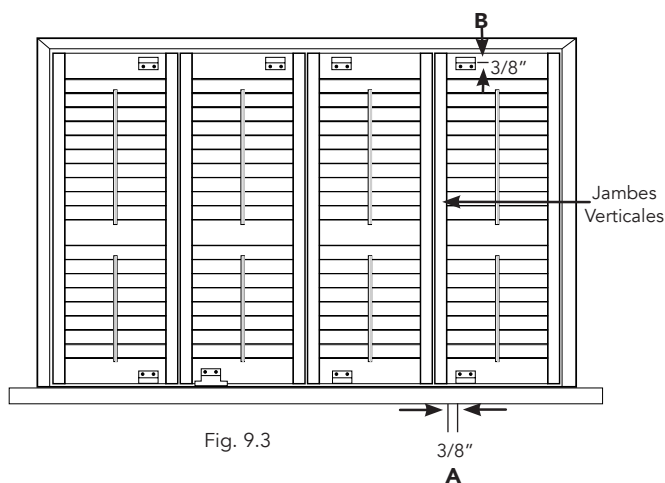

Fig. 9.3
- Installez d'abord la plaque d'accrochage comme indiqué sur les dessins, avec les trous vers le centre du panneau. (Voir Fig. 9.3)
- Chaque plaque d'arrêt doit être à 3/8" du bord du montant et à 3/8" de l'extrémité du panneau. (Voir Fig. 9.3)